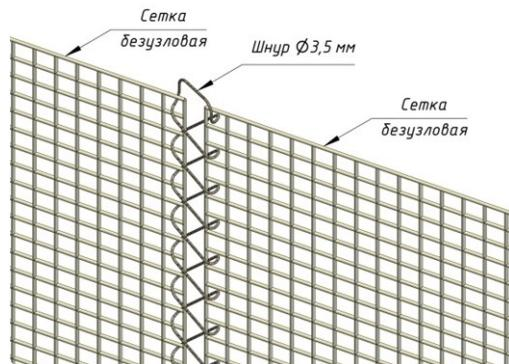

Рисунок 6
9. Связывание полотен сеток между собой с помощью шнурка $\Phi 3,5$ мм (рис. 6);